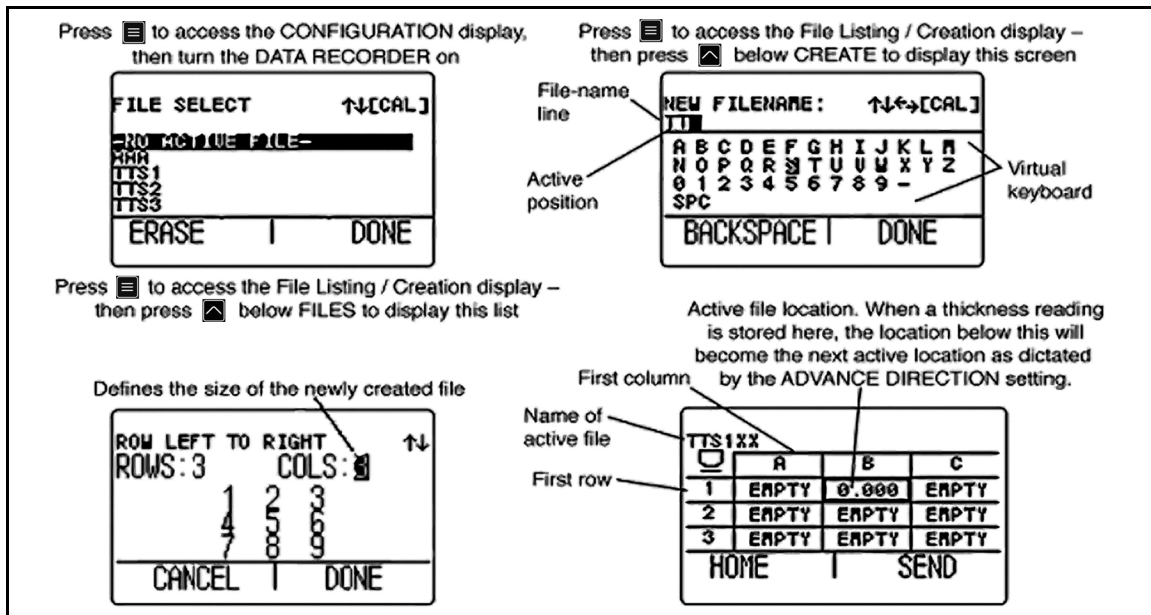

图 5：文件显示模式
- **文件显示模式** - 可让用户在数据记录文件中创建并存储厚度读数。只有安装并激活数据记录选件后，此功能才可用（请参阅图 5，位于页码 12）。安装并激活数据记录选件后，用户即可以创建数据记录文件、存储厚度读数，以及浏览文件内容。